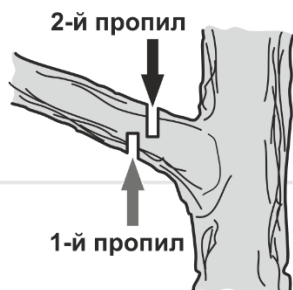

Рисунок 16. Послідовність обрізки гілок і сучків зі стоячого дерева.
1. Перший надріз зробіть знизу (1пропил, рис.16).
2. Другий надріз зробіть із протилежного боку (2 пропил, рис.16). Слідкуйте за тим, щоб спилина гілка або дрючок не впали на Вас.